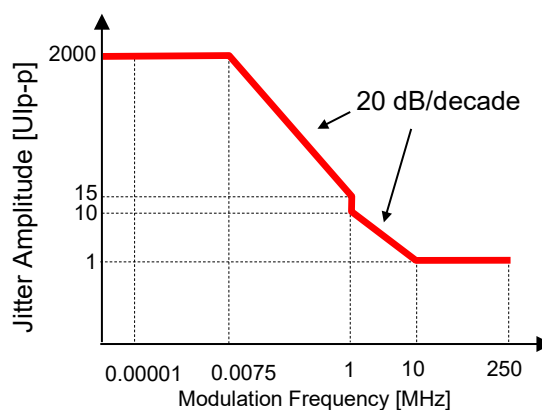

図 3.5-3 ジッタ付加総量 (32G PPG 連動時)
0.007501～1.00000	20 dB/decade (図 3.5-3) + 0.3
1.001000～10.000000	20 dB/decade (図 3.5-3) + 0.3